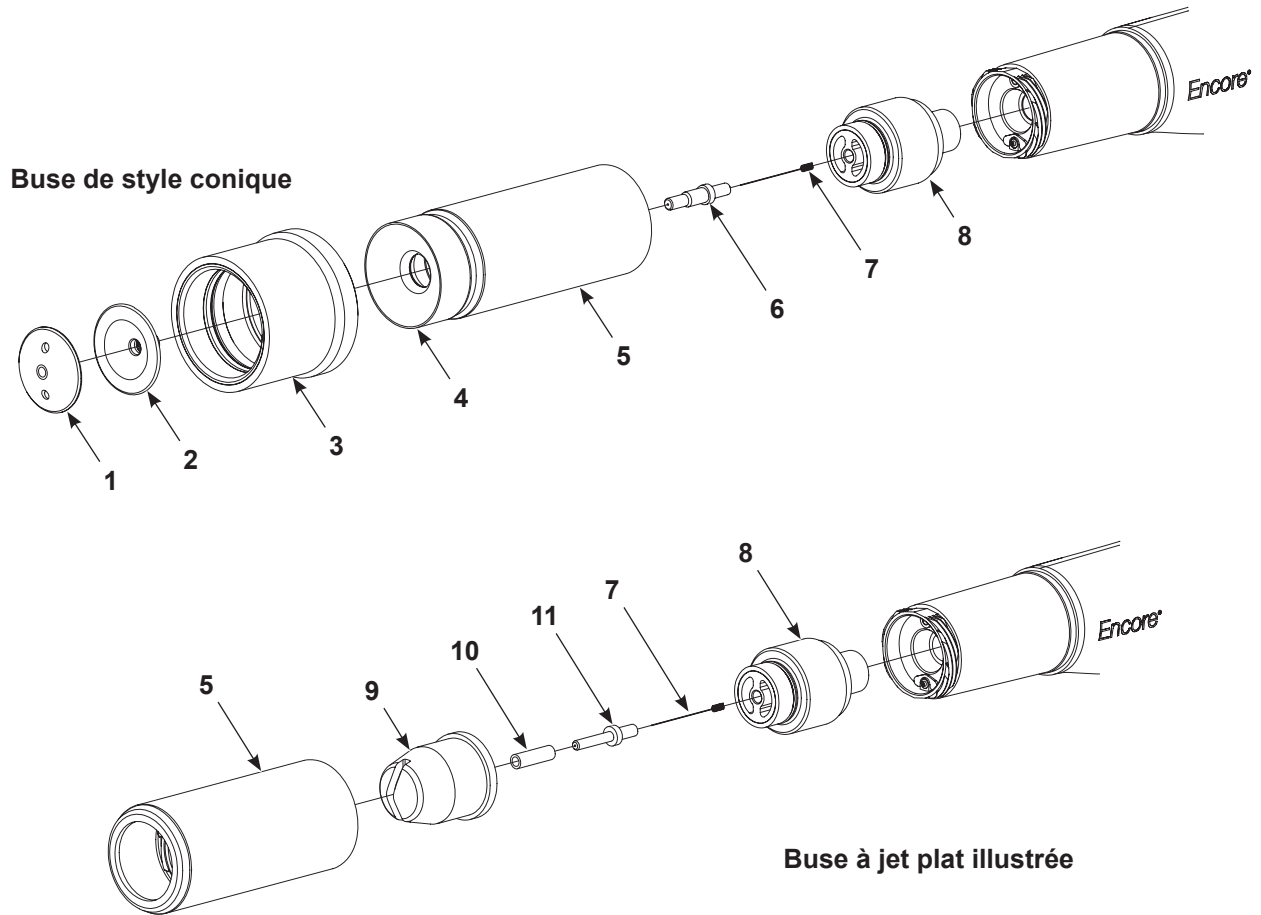

Figure 7 Changement de la buse à jet conique en buse à jet plat ou en coin (illustration avec buse à jet plat)
Voir la Figure 7. Il convient de commander les pièces suivantes pour changer de la buse à jet conique standard en une buse à jet plat ou en coin :
3. Voir la Figure 7. Retirer la buse du pistolet :